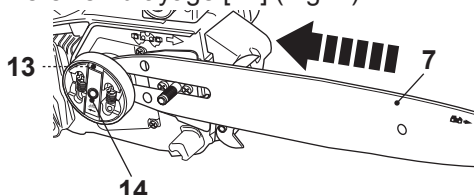

Fig. 4
- > Puis poussez le guide-chaîne [7] vers le pignon d'entraînement [13] situé à gauche, derrière l'embrayage [14] (Fig. 4).